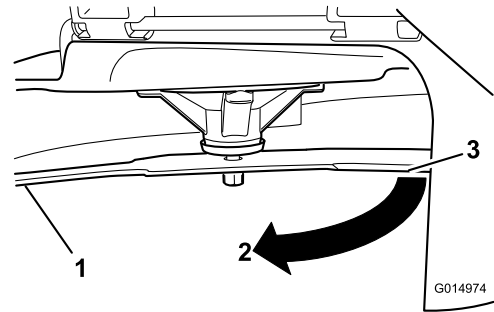

**Figure 59**
2. Enfilez des gants épais ou utilisez une autre protection adéquate pour les mains, et faites tourner la lame lentement jusqu'à une position permettant de mesurer correctement la distance entre le tranchant et la surface plane sur laquelle se trouve la machine (Figure 59).